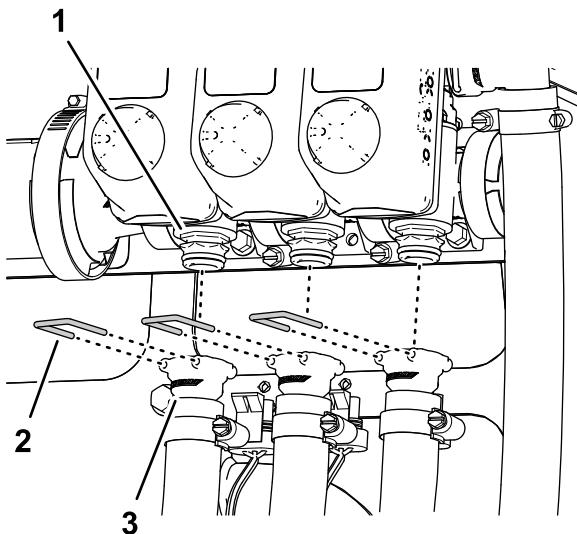

Bild 37
- Entfernen Sie die Befestigungen, mit denen die Schnellkupplungen des linken, mittleren und rechten Zulaufschlauchs befestigt sind, von den Schnellkupplungen der Sprühabschnittventile (Bild 37).
7. Entfernen Sie die Zulaufschläuche des linken, mittleren und rechten Abschnitts von den Schnellkupplungen der Sprühabschnittsventile und nehmen Sie die Schläuche von der Maschine ab (Bild 37).